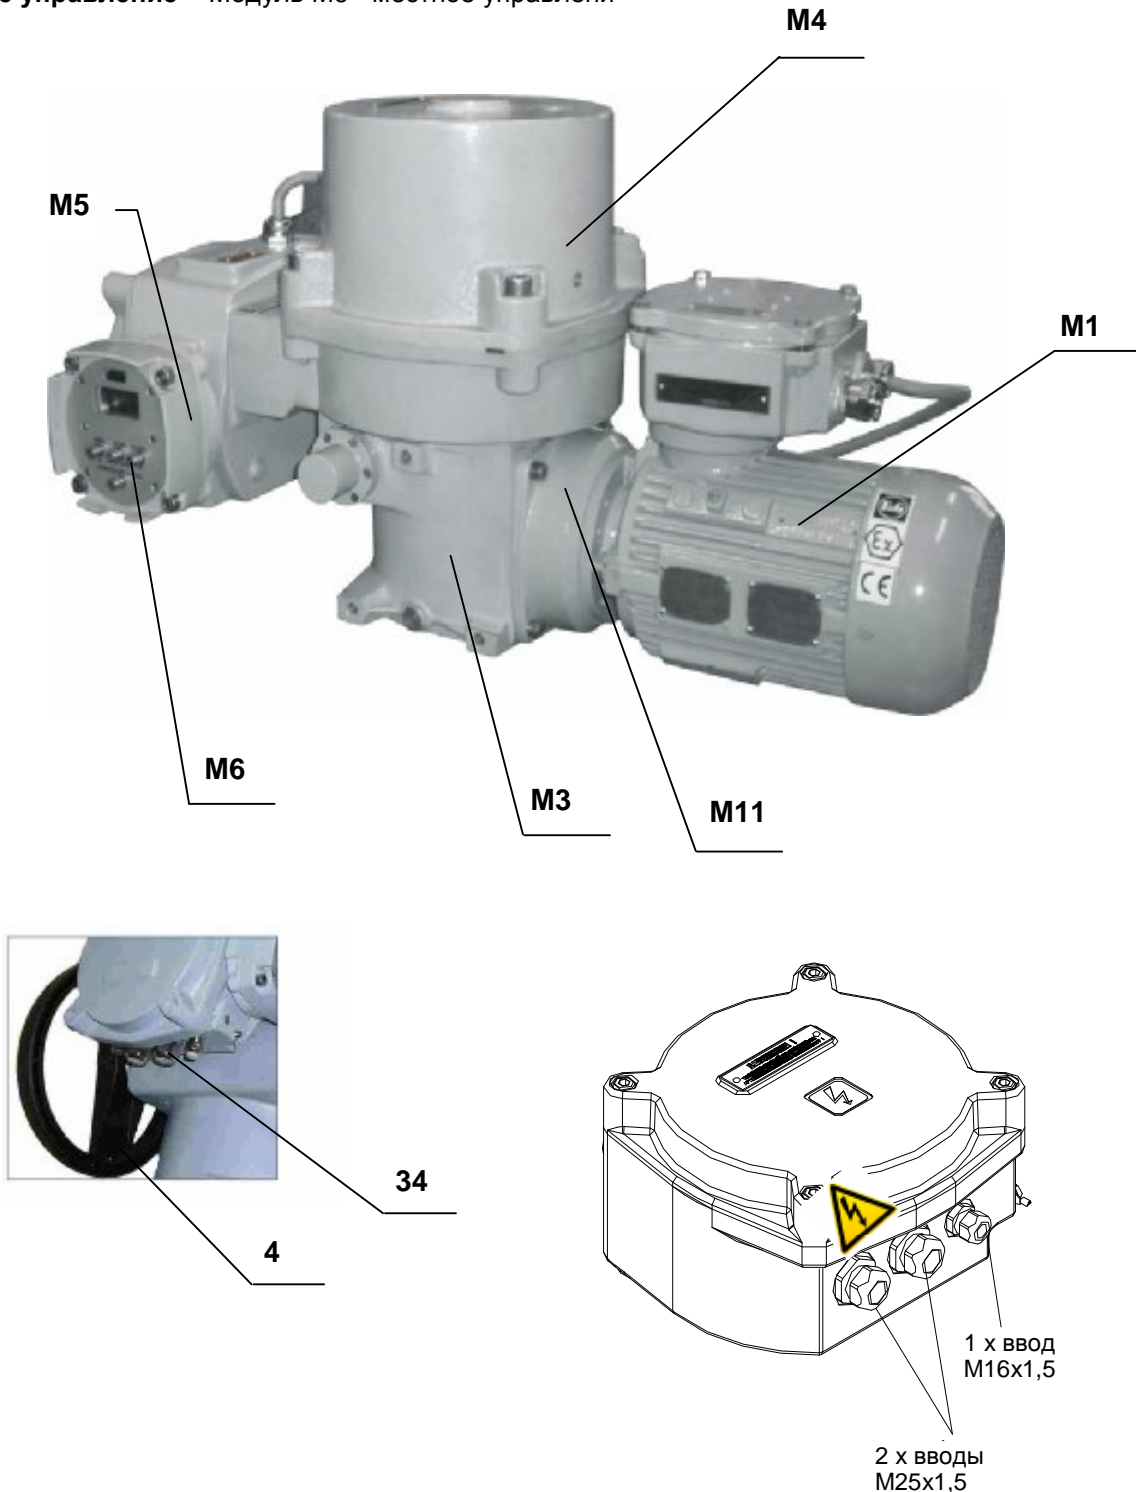

Рис. 1 – МО 3.X-Ex / МО 4-Ex
ЭП МО-Ex состоит из следующих модулей (рис.1, 1а):
Рис. 1а – МО 5-Ex
Модуль М4 – шкаф управления (рис. 1,1а), Ex db IIC T4 a T5 Gb
- электрическое включение через клеммные колодки (11) (рис.3b,c), расположенные в пространстве шкафа клеммной колодки (35) (рис.1,1а) и кабельных концевых втулок (34) (рис.1,1а)
- модуль местного электрического управления (М6) (рис.1,1а) (для спецификации ЭП) помещен на шкафу клеммной колодки.
Модуль клеммной коробки М5 (рис. 1, 1а) обеспечивает электрическое подключение через клеммные колодки (11), (рис. 3b), расположенные в пространстве клеммной коробки (М5) и кабельных вводов (34) (рис. 1), 1а).
• Модуль местного управления М6 (рис. 1, 1а, 3b) (согласно спецификации ЭП) расположен на клеммной коробке и подключен с плитой управления.